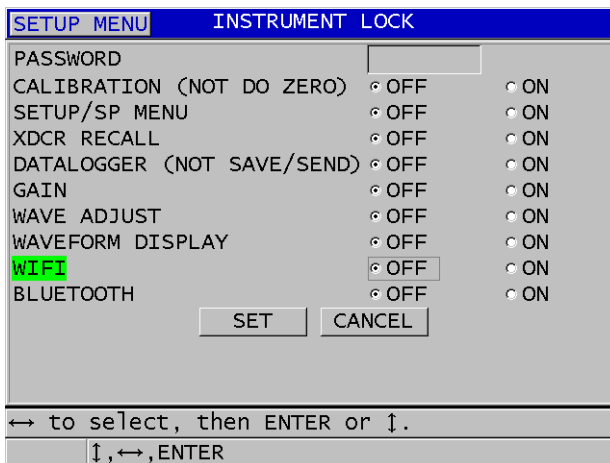

図 8-9 本体ロック画面
3. 本体ロック画面で、以下の操作を行います(142ページの図8-9参照)。